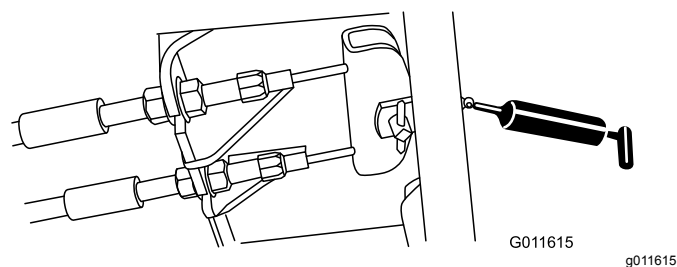

Figura 52
- Pedale del freno (1) (Figura 52)